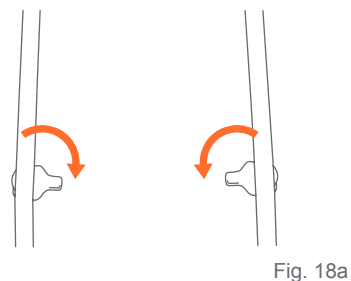

Fig. 18a
18) • Recline el asiento completamente hacia atrás y gire las lengüetas de soporte del armazón del carrito (Fig. 18a).